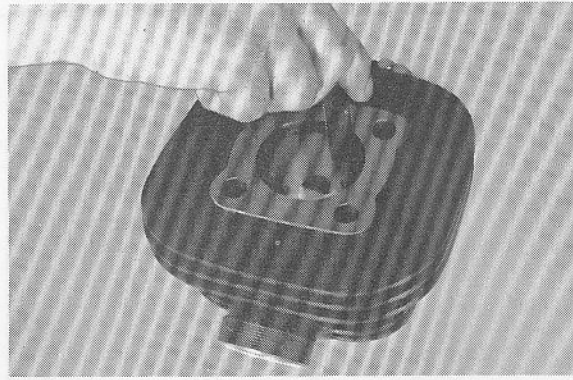

Fig. 3-3-16
c. Insert each ring into cylinder. Push down approximately 3/4 in. (19.09 mm.) using piston crown to maintain right-angle to bore. Measure installed end gap. If beyond tolerance, replace set. (Fig. 3-3-16)
c. Introduire chaque segment dans le cylindre. Enfoncer d'environ 19,09 mm en utilisant la couronne de piston pour maintenir à angle droit de l'alésage. Mesurer le jeu de coupe installé. S'il dépasse la tolérance, remplacer le segment. (Fig. 3-3-16)